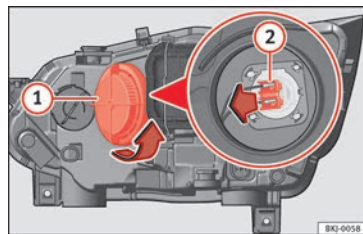

Abb. 109 Im Motorraum: Glühlampe Fernlicht.
- Drehen Sie die Abdeckung **(1)** nach links und nehmen Sie sie heraus **» Abb. 109**.